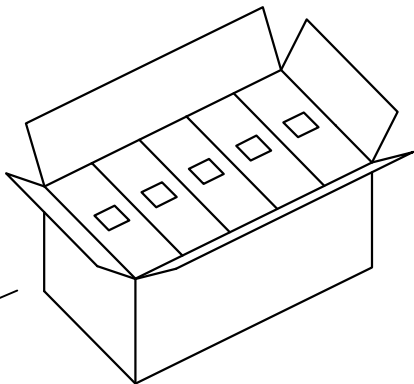

图4 外箱
- 3: 如图4, 每外箱装10内盒, 数量为10X(8X1000pcs)。